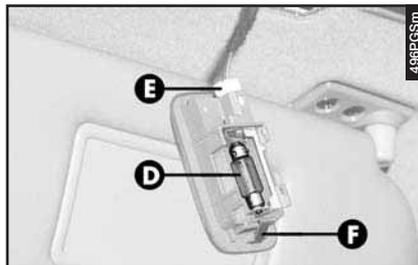

fig. 75
– Rimuovere la lampada (**D-fig. 75**) tirandola verso l'esterno e svincolandola dai contatti laterali.
– Rimontare la plafoniera inserendola prima dal lato (**E-fig. 75**) e quindi premendo sull'altro lato fino ad avvertire lo scatto di blocco della linguetta (**F-fig. 75**).